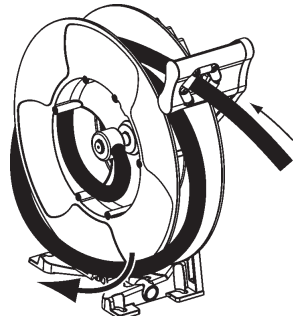

Fig. 12
2. Détendre un tour de flexible et le retirer du tambour (fig. 12).